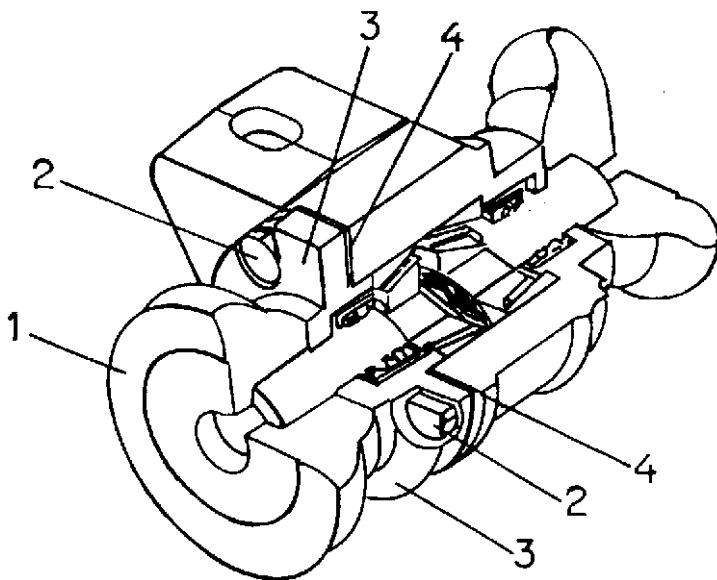

Fig. 11
- 7.5) -** Ajuste dos mancais de rolamento: quando os mancais apresentarem folga, deve ser feito um ajuste como segue, vide fig. 11:
- Retirar a arruela item 1
- Soltar os parafusos item 2 e retirar a tampa item 3
- Retirar uma ou duas juntas, item 4 da tampa do mancal, recolocar novamente a tampa e reapertá-la.
- Se persistir a folga, pode-se facear a tampa item 3, para aumentar a regulagem, em seguida monte a mesma no mancal com quantas juntas forem necessárias.